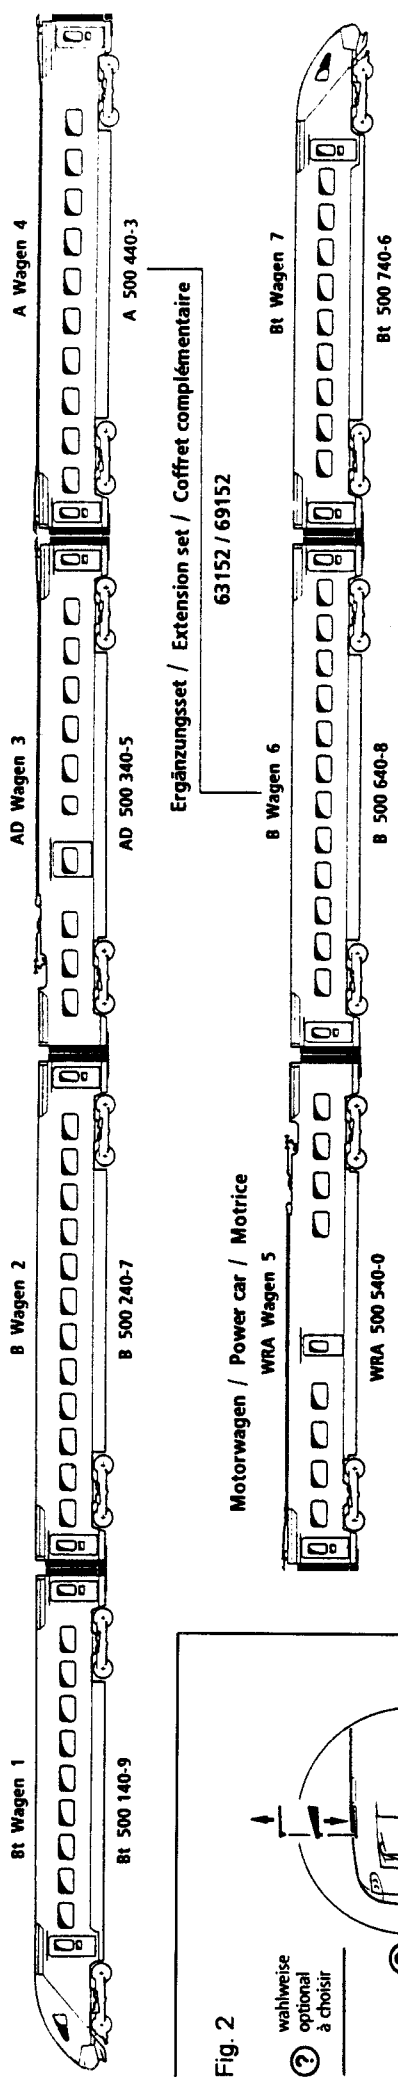

Fig. 2
**Les attelages:** Le sachet joint comprend entre autres des petites pièces de finition conformes à la réalité et à **rapporter avec précaution** par le modéliste (fig. 2), si désiré. **Attention:** N'utilisez de la colle qu'aux endroits expressément indiqués aux dessins!
**Attention!** Use glue only if indicated (fig. 2).